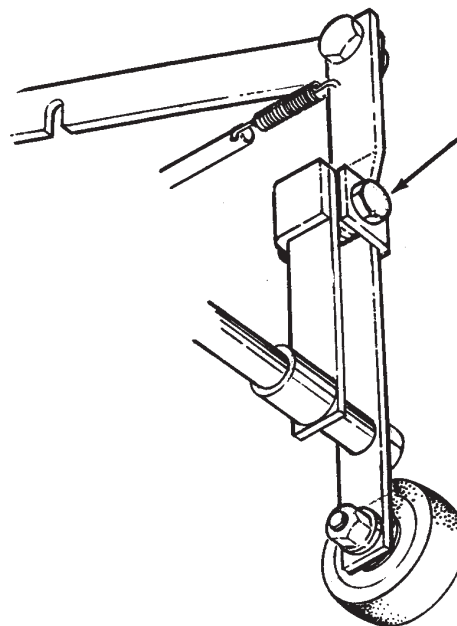

Figura 13
1. Ubique el tornillo de nivelación. Consulte la figura 13.